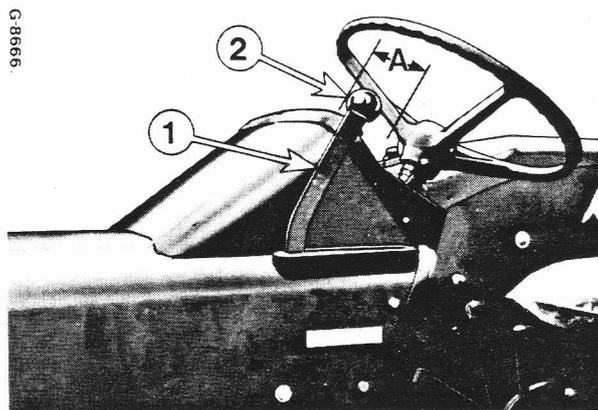

Figure 95 - A - Course libre : 47 mm
Lorsque le réglage est correct, le levier (1, fig. 95) doit avoir une course libre (A) mesurée sur le bouton (2).